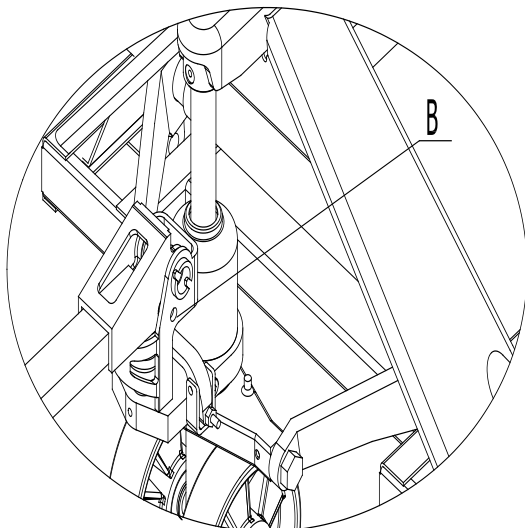

рис. 3
- 3.6 См. рис.3, поднимите ручку 8 в горизонтальное положение, вытащите штифт В и сохраните его для дальнейшей замены для ручки. Сборка завершена.